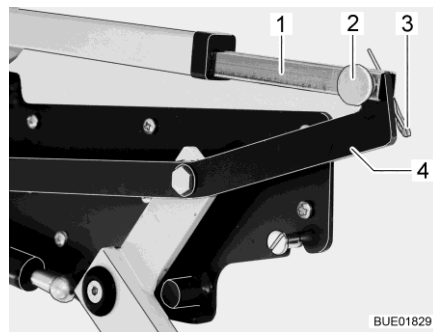

Bild 143 Drivenhet för höjbar säng
- Lossa förbindelsen mellan skjutstången (Bild 143,1) och spaken (Bild 143,4). Dra ut splint (Bild 143,3) och stift (Bild 143,2).